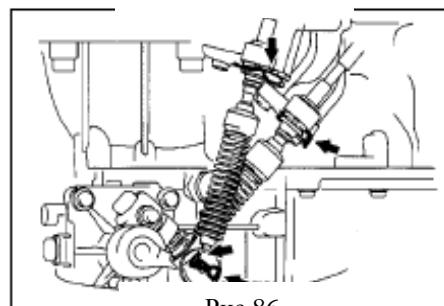

Рис.86
(5) Подсоедините оба троса управления и затем установите две прокладки и два новых пружинных зажима. (рис.86)